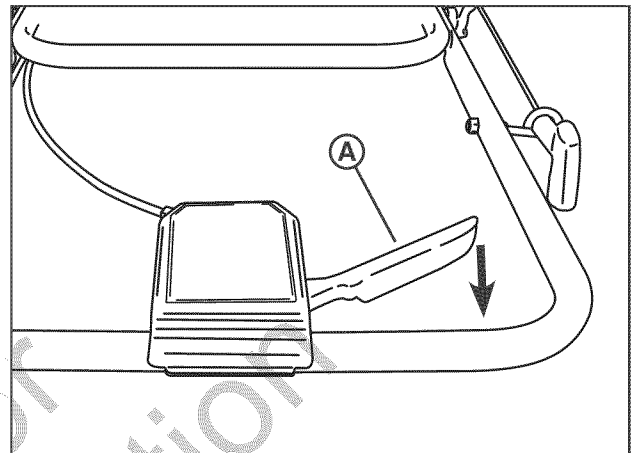

Figura 13: Operación del sistema de tracción de las ruedas
2. Tire lentamente de la palanca de tracción (A, Figura 13) hacia atrás. El sistema de transmisión está ahora acoplado.